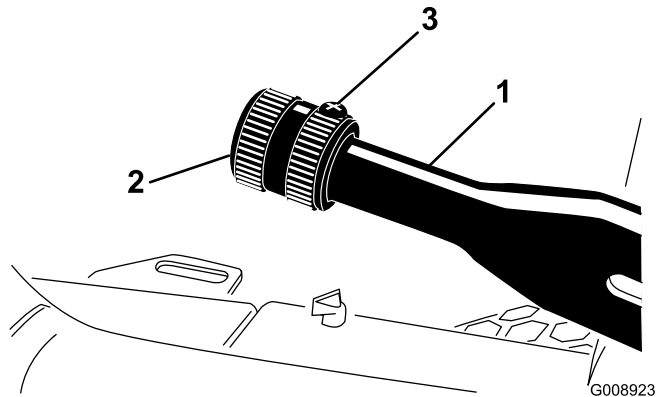

Figure 55
1. Desserrez la vis de fixation du bouton sur le levier du frein de stationnement (Figure 55).